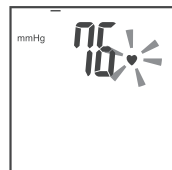

Rys.13
3. Rozlegnie się sygnał dźwiękowy i rozpocznie się szybkie pompowanie powietrza do mankietu. Ponadto zamiga symbol «^» a pojawiająca się na wyświetlaczu wartość zacznie się zwiększać (rys. 13). Dzięki algorytmowi Fuzzy Inflation pompowanie zakończy się na optymalnym poziomie.